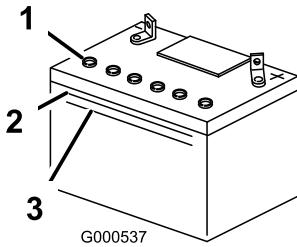

Bild 33
- Sehen Sie sich die Seite der Batterie an. Der Füllstand muss bis zur oberen Linie reichen (Bild 33). Der Säurestand darf nicht unter die untere Linie fallen (Bild 33).
- Entfernen Sie die Entlüftungsdeckel von der Batterie (Bild 33).
- Gießen Sie langsam destilliertes Wasser in jede Batteriezelle, bis der Säurestand die obere Linie (Bild 33) am Batteriegehäuse erreicht.
destilliertes Wasser in jede Batteriezelle, bis der Säurestand die obere Linie (Bild 33) am Batteriegehäuse erreicht.